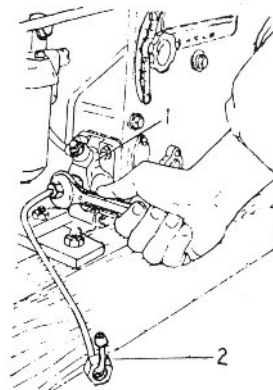

Fig.14- Ponta do cano voltada para cima
(1) Solte o parafuso M14 do cano de combustível de alta-pressão do injetor. Afrouxe as porcas M12 que conecta o cano que vai para a bomba de injeção. Então, vire o cano de forma que a ponta aberta do cano fique voltada para cima. (Fig.14).
(2) Posicione a manopla do acelerador na posição Mediana. Faça a bomba de injeção encher o cano de combustível com fluido. Vire o volante em sua direção de funcionamento e ao mesmo tempo acompanhe o cano com a ponta aberta. Pare virar o volante imediatamente quando a superfície de combustível no tubo começa a encher. Confira se a marca de linha de INJEÇÃO na periferia de volante coincide com a linha de marca no lado do hopper de água. No caso de aparecer uma variação entre as duas marcas maior que $\pm 8\text{mm}$ então ajuste se faz necessário.